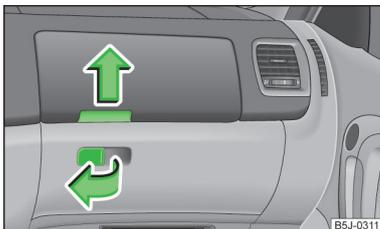

Fig. 81
- Tirar del tirador de la tapa en el sentido de la flecha » fig. 81 y abatir ésta.